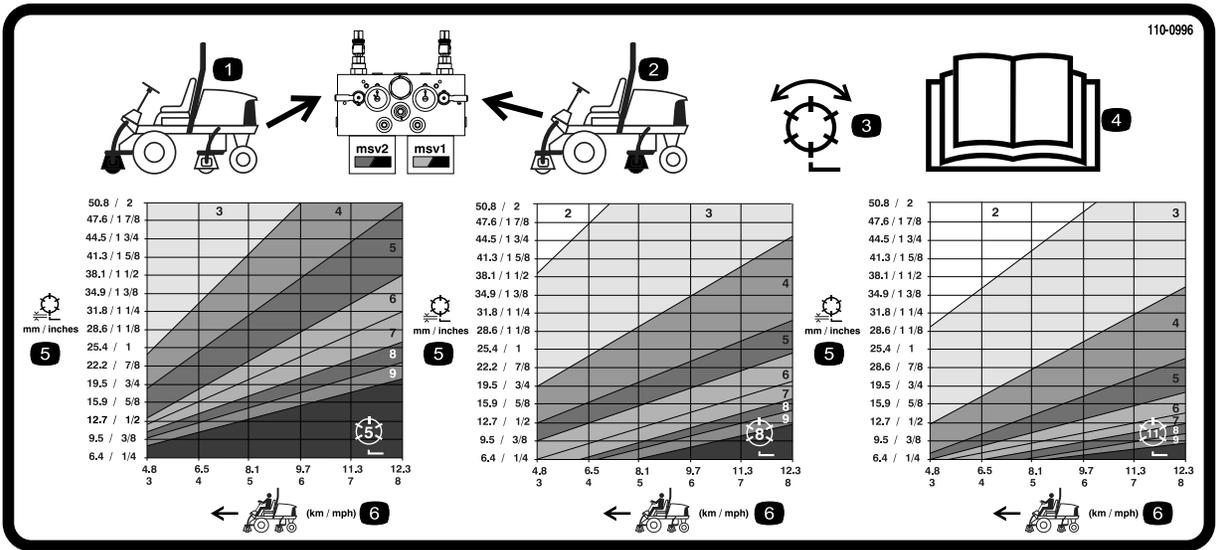
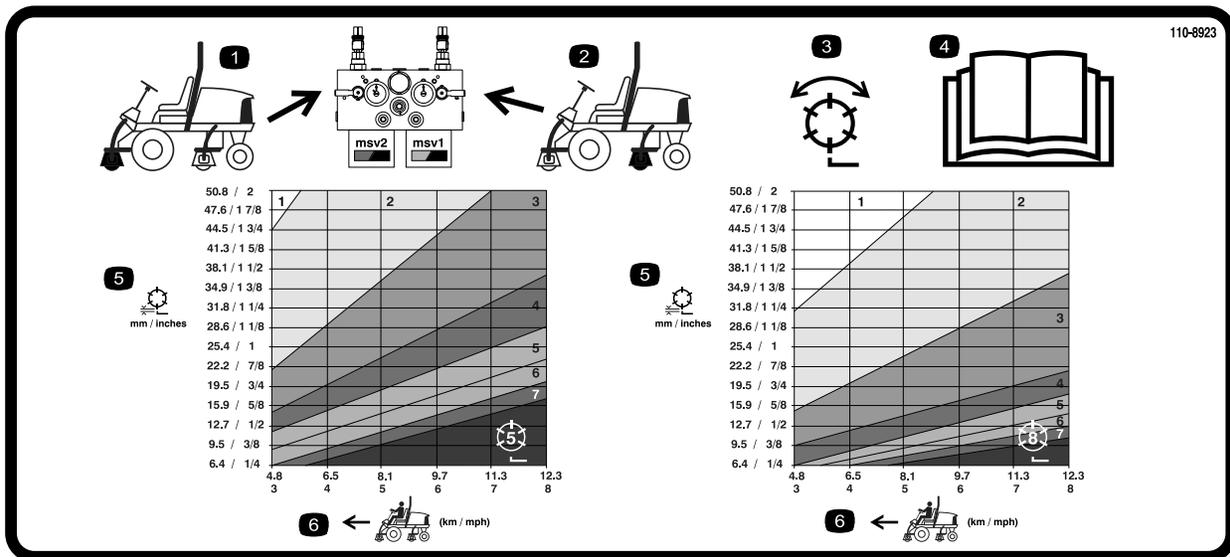

Figura 38
Figura 39
3. Utilizando o gráfico apropriado no autocolante 110-0996 (Figura 38) para Reelmaster 5510 & 5610, unidades de corte de cilindros de 7" ou o autocolante 110-8923 (Figura 39) para Reelmaster 5210 & 5410, unidades de corte de cilindros de 5" determine o ajuste adequado da velocidade dos cilindros.